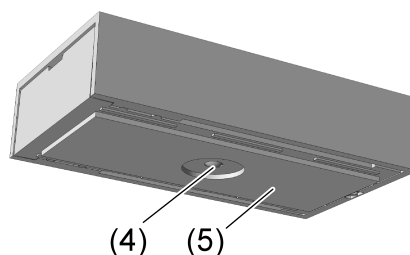

Figura 5: Parte inferiore dell'alloggiamento con pad adesivi
- Applicare il pad adesivo (5) sulla parte inferiore dell'alloggiamento (Figura 5). A tale scopo rimuovere la pellicola protettiva da un lato, posizionarla sul lato inferiore dell'alloggiamento del sensore e premerla saldamente. La fibra ottica (4) per la misurazione della luminosità non deve essere incollata.